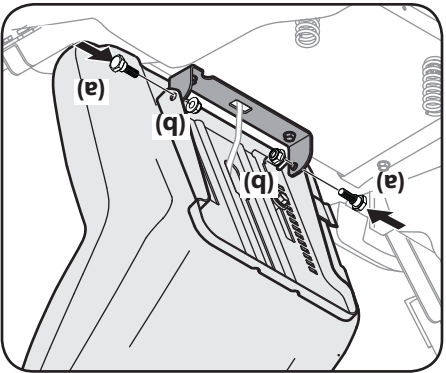

Figure 2-9
3. Positionnez le siège et maintenez-le en place avec les boulons à épaulement (a) et les contre-écrous (b) enlevés précédemment. Faites attention de ne pas pincer ni endommager le faisceau de fils lors de l'installation du siège. Voir la Figure 2-9.